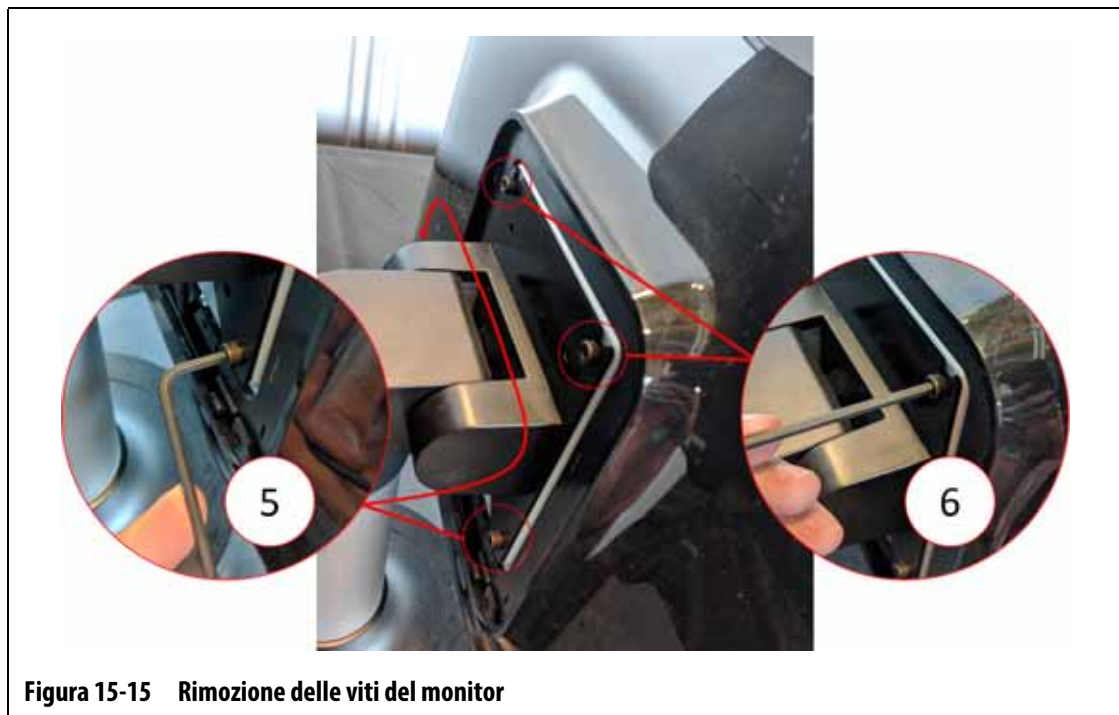

Figura 15-15 Rimozione delle viti del monitor
- Usare una chiave a brugola o chiave esagonale con angolo a destra di 4 mm per rimuovere le due viti di fissaggio inferiori del coperchio dalla piastra che fissa il monitor a sfioramento al piedistallo. Consultare l'immagine numero 5 nella Figura 15-15.
9. Usare una chiave a brugola o chiave esagonale con angolo a destra di 4 mm per allentare, ma non rimuovere, le due viti di fissaggio superiori del coperchio dalla piastra che fissa il monitor a sfioramento al piedistallo. Consultare l'immagine numero 6 nella Figura 15-15.